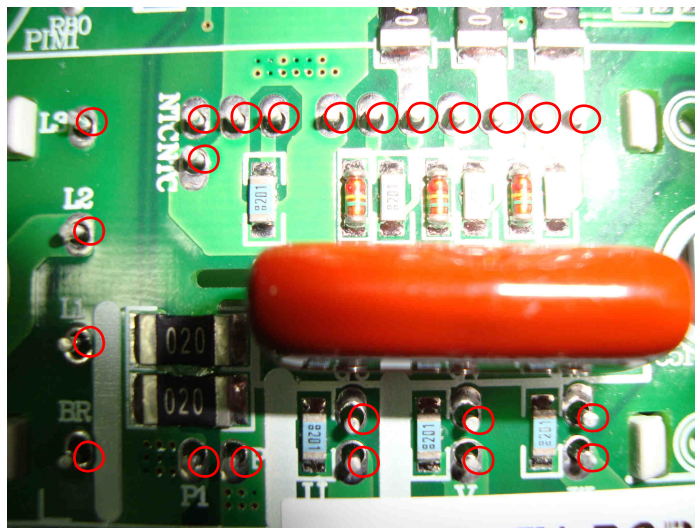

Рис. 7.3
7.2.5. Паять 23 контакта матрицы (рис. 7.3).